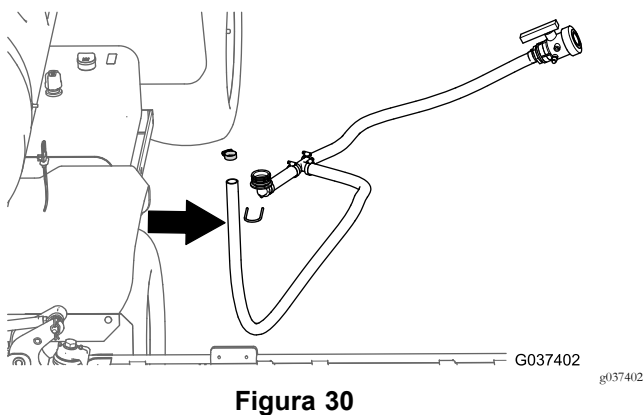

Figura 30
5. Rimuovete i flessibili di bypass e di spurgo dalla macchina (Figura 30).